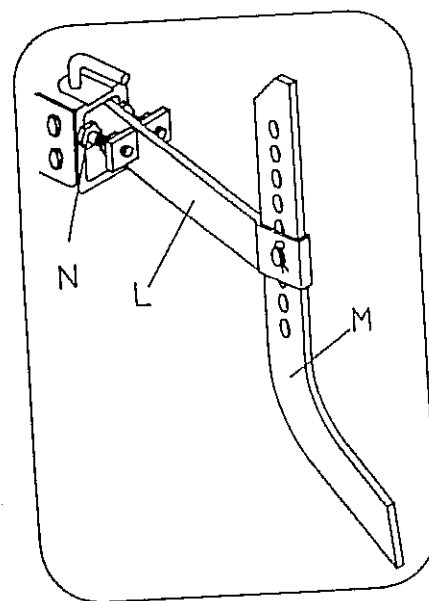

fig. 16.
Para obtener el máximo rendimiento de la Motoazada hay que prestar especial atención a la posición adecuada de la Pata de apoyo (L) y Espolón (M), fig. 16 (602 D, 602 C, 602 CE) y fig. 17 (602 DE, 604 D, 604 C, 604 CE).